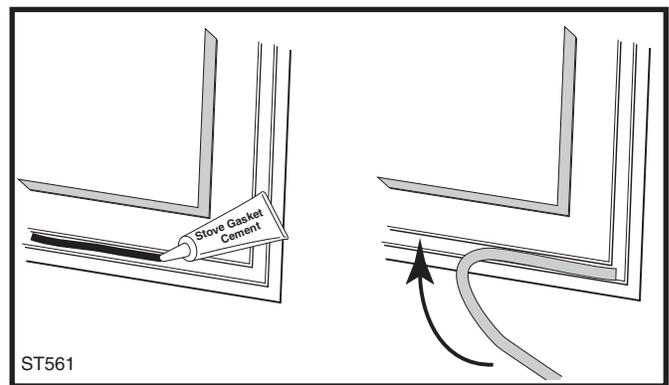

Fig. 53 Étendez un filet de colle à joint et pressez le joint en place.
3. Déterminez la longueur appropriée du joint de la bonne taille en le couchant le long du profilé. Ajoutez 1-2 po (25-30 mm) de plus et marquez le point de coupure. (Fig. 53)
6. Commencez à une extrémité et pressez le joint dans le profilé. (Fig. 53) Constituez un bon joint à un endroit où les extrémités se rejoignent avant de couper tout excès. Ne superposez pas les extrémités du joint et ne laissez pas des extrémités effilochées.